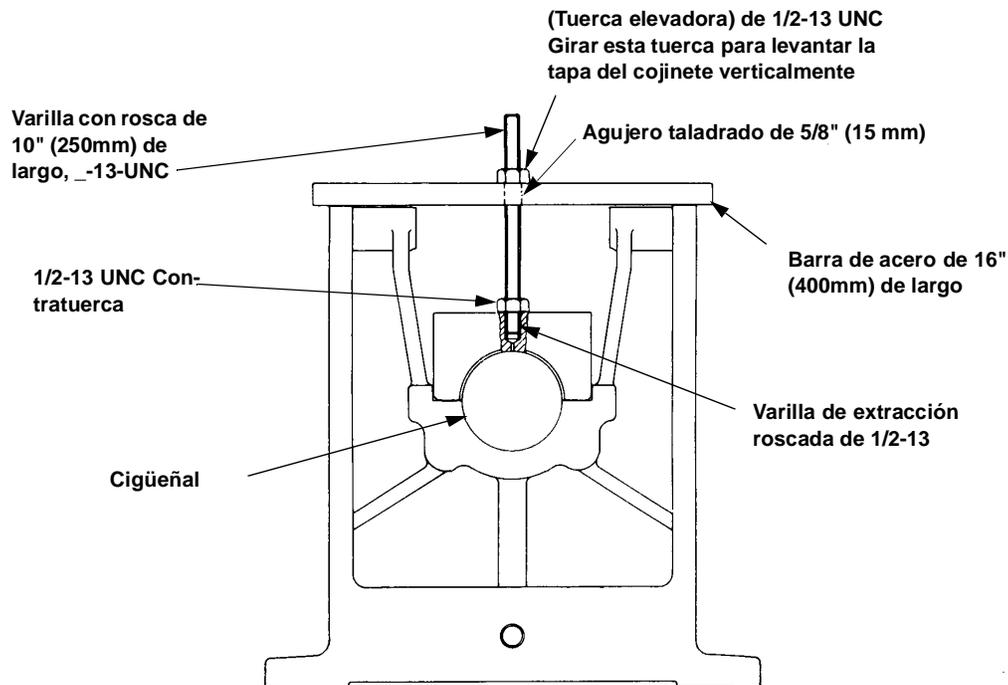

FIGURA 5-5: EXTRACTOR DE TAPA DE COJINETE
5. Sacar los tornillos de casquete de las tapas de cojinetes. Extraer las tapas directamente hacia arriba para no dañar el ajuste de la espiga. Si la tapa está muy apretada, usar un extractor de tapas de cojinetes como se muestra en la Figura 5-5. Para el JGI quite los tornillos de casquete del soporte de rodamiento, quite el soporte de rodamiento y deslice el cigüeñal a través de la perforación del cojinete de bancada para retirarlo.